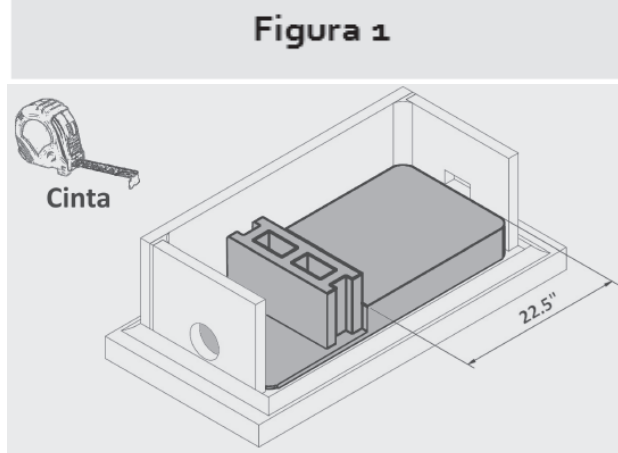

Figura 1
- #2 Ponga un bloc de cemento de 22.5 pulgadas desde la limpieza de la chimenea. **(Figura 1)**
- #3 Añada tierra y compáctela hasta que esté nivelada con la parte inferior de la abertura cuadrada **(Figura 1)**